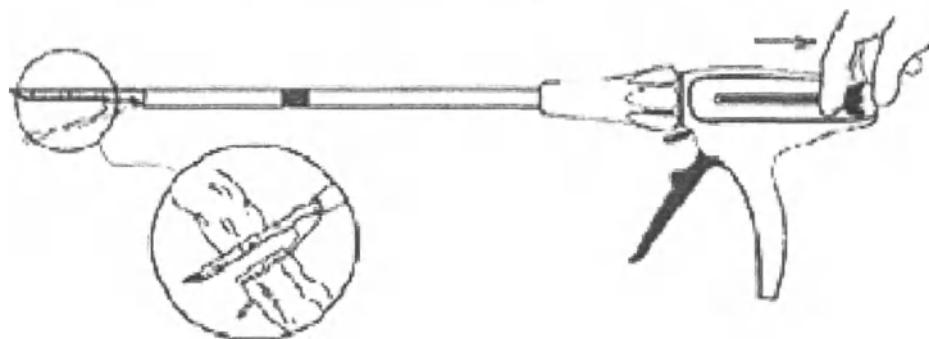

Рисунок 12 – Открытие зажима
7. После того, как прошивание будет выполнено, откройте зажим, полностью потянув черную возвратную ручку. Аккуратно извлеките степлер из ткани. Проверьте гемостаз в области механического шва и форму закрытых скоб. Незначительное кровотечение можно купировать любыми доступными методами (рис. 12).